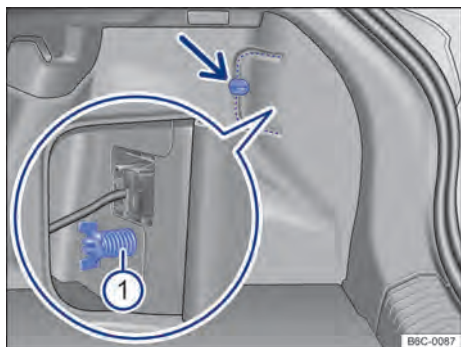
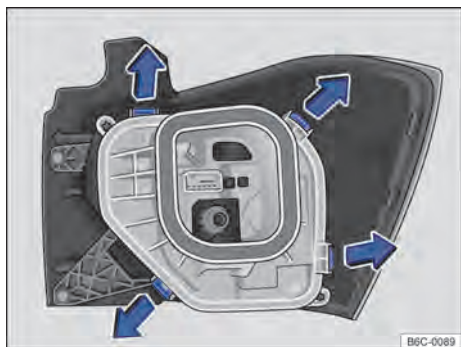

Fig. 169 No compartimento de bagagem: desinstalar cobertura e retirar o parafuso borboleta ⓘ (lupa).
Fig. 170 Lanterna traseira: desinstalar o suporte das lâmpadas
- ① Observar a lista de controle e executar as ações → Página 210.
- ② Abrir a tampa traseira → Página 75.
- ③ Para abrir a cobertura da lanterna, girar a trava → Fig. 169 (seta).
- ④ Abrir a cobertura junto com a trava para o lado.
- ⑤ Soltar o parafuso borboleta ⓘ (lupa) e retirá-lo, segurando, ao mesmo tempo a lanterna traseira.
- ⑥ Puxar cuidadosamente a lanterna traseira para fora, para desencaixá-la da carroceria → ⓘ.
- ⑦ Desencaixar o conector de alimentação das lâmpadas da lanterna, para remover totalmente a lanterna.
- ⑧ Colocar a lanterna traseira sobre uma superfície limpa e lisa.
- ⑨ Para destravar o suporte das lâmpadas, pressionar cada lingueta de travamento → Fig. 170 no sentido das setas.
- ⑩ Remover o suporte das lâmpadas cuidadosamente.
- ⑪ Para remover as lâmpadas incandescentes queimadas pressionar a lâmpada contra o alojamento e girar no sentido anti-horário.
- ⑫ Substituir a lâmpada incandescente queimada por uma lâmpada incandescente nova do mesmo modelo.
- ⑬ Para inserir as novas lâmpadas no suporte das lâmpadas, introduza a nova lâmpada no respectivo alojamento. Pressionar a lâmpada e girar no sentido horário até o batente.
- ⑭ Certificar-se de que as lâmpadas estão corretamente fixadas no suporte das lâmpadas.
- ⑮ Instalar o suporte das lâmpadas na lanterna traseira. As linguetas de travamento → Fig. 170 devem encaixar de forma audível.
- ⑯ Colocar o conector de alimentação na lanterna.
- ⑰ Encaixar a lanterna traseira cuidadosamente no alojamento da carroceria.
- ⑱ Segurar a lanterna traseira na posição de montagem com uma das mãos e aparafusar com a outra o parafuso borboleta → Fig. 169 ⓘ.
- ⑲ Recolocar a cobertura da lanterna em sua posição e girar a trava para fechar.
- ⑳ Fechar a tampa traseira → Página 75.